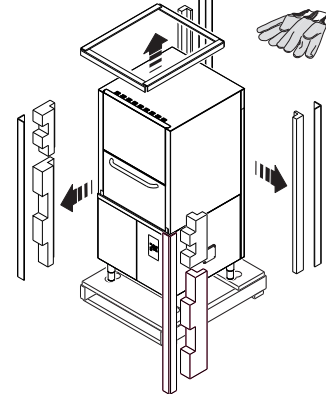

Figure 5 Retrait de l'emballage
- Se munir de gants de protection et retirer l'emballage de l'appareil (Figure 5).